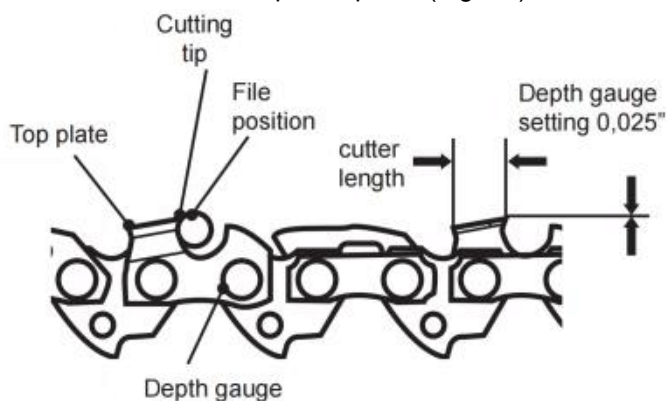

Fig. 75
9. Utilisez un instrument de mesure de profondeur pour vérifier la hauteur de la jauge de profondeur. Des gabarits de mesure de profondeur sont disponibles chez les marchands d'outils les plus réputés (Fig. 75).